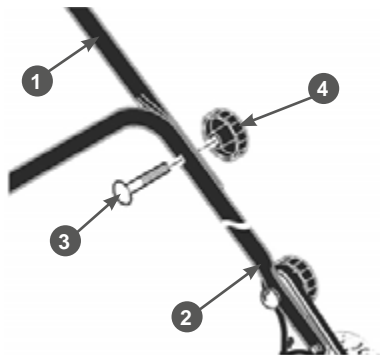

Рис. 5. Крепление верхней части рабочей рукоятки
5. Установите верхнюю часть 1 рукоятки в рабочее положение. Совместите отверстия в верхней 1 и нижней 2 частях рабочей рукоятки, вставьте в образовавшееся отверстие болт 3 и закрутите барашковую гайку 4 (Рис. 5).